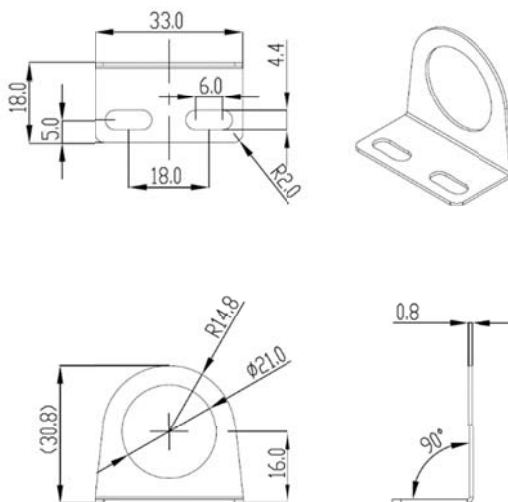
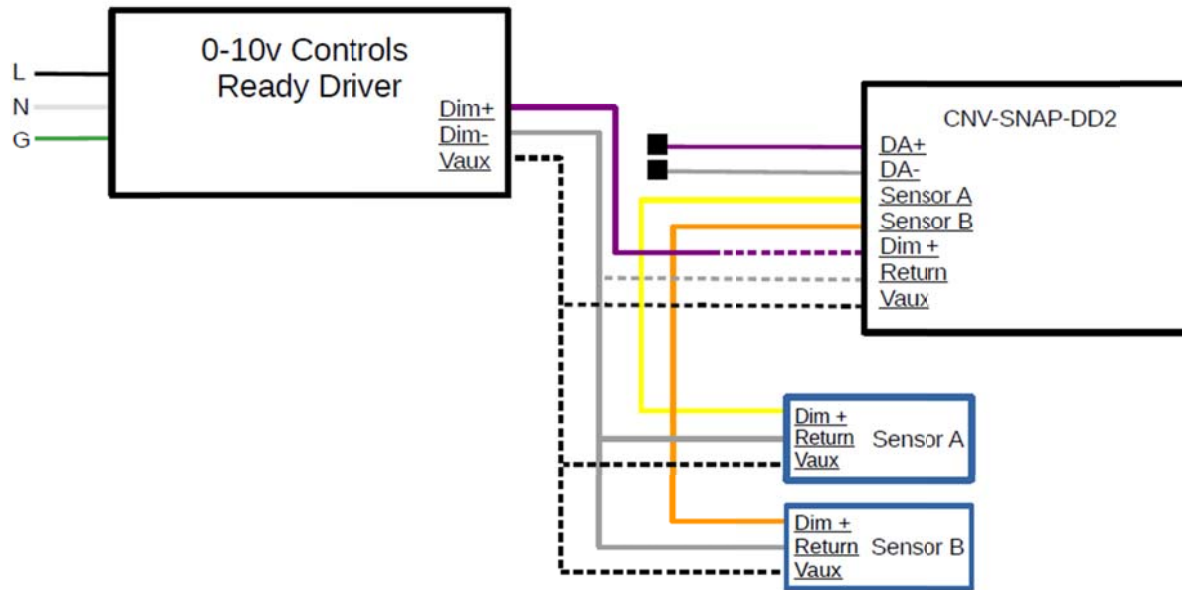

图3 - CNV-SNAP-DD2安装支架尺寸
图4 - 可调光关断LED驱动器接线图
- 将控制器放置在所需的位置，并使用#4或M3的螺钉通过CNV-SNAP-DD2安装支架上的安装孔将其固定。CNV-SNAP-DD2支架的尺寸如图3所示。
(见图3和图4)
(见图4)